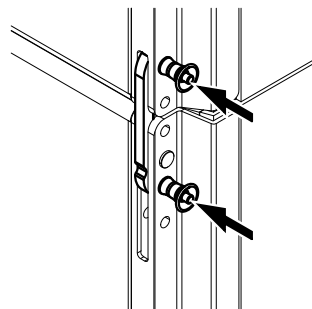

図 2: スプレイ角が 0° の SUB to SUB
- b. キャビネット間のスプレイ角が 0° の SUB to SUB (⇒ 図 2)